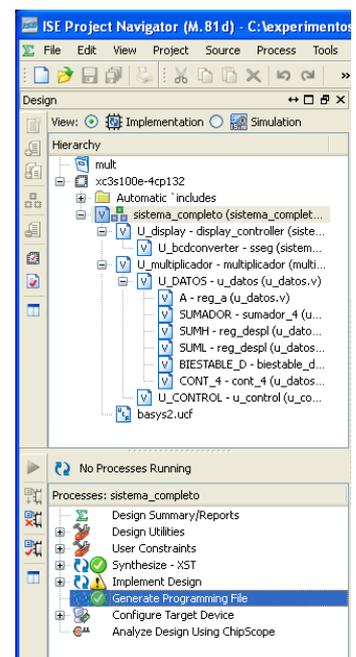

Figura 11. Implementación
3. La implementación se realiza seleccionando el módulo *sistema_completo* en el árbol de proyecto. Debe seleccionar la opción **Generate Programming File** (figura 11) y seguir los siguientes pasos:
3.3. Pulsando dos veces botón izquierdo del ratón sobre **Generate Programming File** se ejecuta el proceso completo y se genera el fichero de programación. Tal y como se muestra en la figura 11, si el proceso ha terminado con éxito aparecerá un indicador verde, en caso contrario un aspa rojo indicando la existencia de errores. En caso de existir errores debe corregirlos y repetir el proceso.